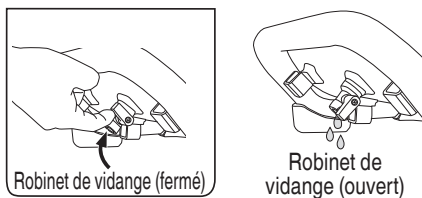

Fig. 15
**Pour vider le réservoir : (Fig. 15)**
- Ouvrir le robinet de vidange qui se trouve sous la partie inférieure du réservoir (Fig. 15). La pression du réservoir doit être en dessous de 10 psi lors de la vidange du réservoir.